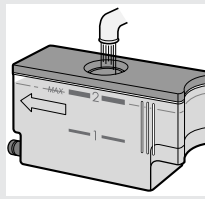

Figura 2
3. Llene el reservorio con agua de grifo fría a través de la tapa hasta la marca de 2 cada vez que empiece a cocinar (Figura 2). No llene el reservorio por sobre la marca de 2.